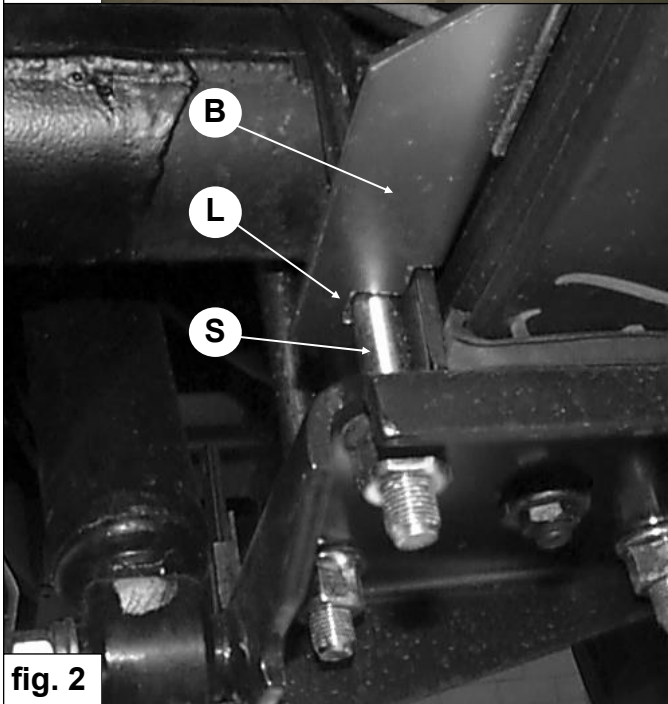

fig. 2
4. Setzen Sie den Federteller **B** vorn der Hinterachse auf die Blattfeder. Achten Sie darauf, dass die Aussparung im Metallstreifen **L** sich um Federklammer **S** festhakt. Siehe Bild 2.